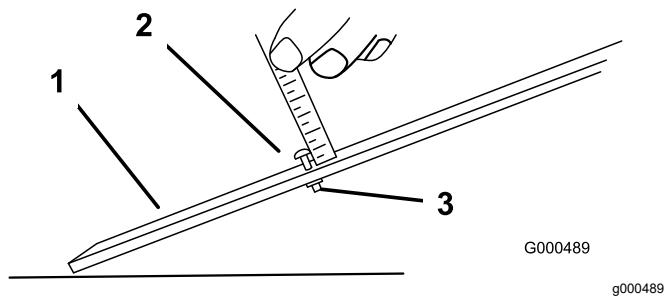

図 9
1. ゲージバーのナットをゆるめ、調整ボルトを希望の刈り高に合わせる図 9。